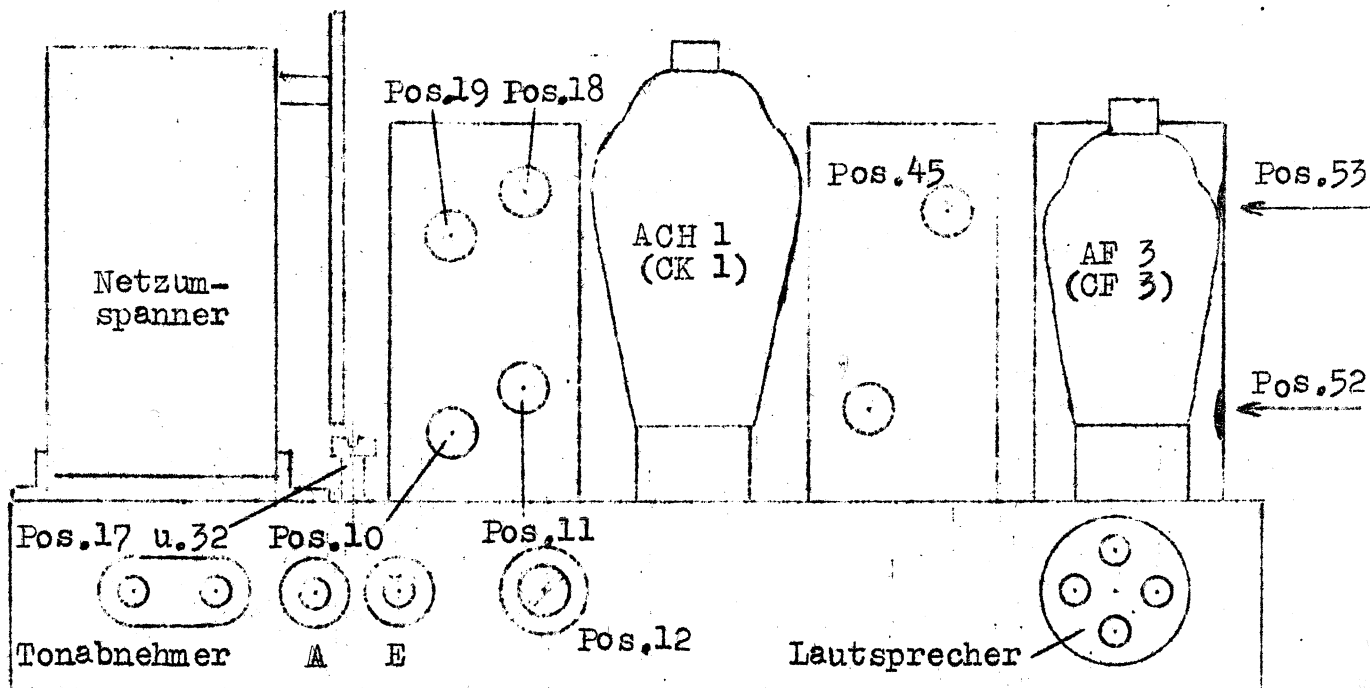

Bild 11 Chassis AEG 476 WK und AEG 476 GWK, Rückansicht
- a) Zwischenfrequenz: Falls Sperrkreis eingebaut, diesen entfernen und die für den Anschluss vorgesehenen Klemmschrauben kurzschliessen. Hauptschalter auf Mittelbereich, Bandbreiteschalter auf grösste Trennschärfe (Anschlag links) drehen. Skalenzeiger des Gerätes auf etwa 800 kHz (Sender Western Regional) stellen. Gitterkappe der ACH 1 (Potent.10) (CK 1, Potent.9) abnehmen, so dass Verbindung zum Vorkreis unterbrochen wird. Gitter der ACH 1 (CK 1) über einen Widerstand von 10 Kilo-Ohm an Chassis legen, Meßsender auf 468 kHz einstellen. (Achtung! Bei der "West-Ausführung", gekennzeichnet durch Stempelaufdruck "W" neben dem Anschluss für den Zusatzlautsprecher an der Rückseite des Chassis, Zwischenfrequenz 423 anstatt 468 kHz.) Hochfrequenzkabel des Meßsenders an Gitter der ACH 1 (CK 1) und Chassis legen. Anodenkreis des 2. Bandfilters verstimmen unter Zuhilfenahme eines Kondensators von 200 pF (siehe Fussnote Seite 8), dessen einer Beleg an die Anode der AF 3, Potent.34 (CF 3, Potent.31) und dessen anderer Beleg an Chassis gelegt wird. Dann Pos.53 (Bild 11) mit Isolierstoffschraubenzieher abgleichen auf maximale Ausgangsspannung. (Falls Eisenkerne zu fest, vorher mit Stahlschraubenzieher lockern; erforderlichenfalls Klebmasse aufweichen durch Anlegen eines auf ca. 70° angewärmten Lötkolbens an den Eisenkern, wobei darauf zu achten ist, dass Eisenkern oder Trolitul-Spulenkörper nicht anbrennt.) Im Anschluss hieran Gitterkreis des 2. Bandfilters verstimmen durch Anlegen obengenannten Kondensators (200 pF) an die Diode der ABC 1, Potent.33. (CBC 1, Potent.35) und L-Korrektion Pos.52 (Bild 11) auf maximalen Ausschlag abgleichen. Anodenkreis des 1. Bandfilters verstimmen durch Anlegen des Verstimmungskondensators an die Anode der ACH 1, Potent.13 (CK 1, Potent.13) und Chassis; darauf L-Korrektion Pos.45 (Bild 11) abgleichen. Gitterkreis des 1. Bandfilters verstimmen durch Anschliessen des Verstimmungskondensators an die Gitterkappe der AF 3, Potent.29 (CF 3, Potent.27) und Chassis, L-Korrektion Pos.44 von der Unterseite des Chassis aus
- e) Kurzwellenbereich: Hauptschalter auf Kurzbereich schalten, Meßsender auf 47,8 m einstellen, desgl. Skalenzeiger des Gerätes auf Eichmarke 47,8 m (Bild 8), jetzt Pos.32 und 17 (Bild 11 u.12) von Chassis-Oberseite aus auf maximale Ausgangsspannung einregulieren. Dann Meßsender auf 21,5 m einstellen und nun durch Drehen des Skalenzeigers den Meßsender nach Gehör aufsuchen (C-Abgleichquetsche nicht vorhanden). Nach Auffindung desselben wird die Anpassungsquetsche für den Kurzbereich Pos.12 (Bild 11 und 12) auf grösste Empfindlichkeit und damit maximale Ausgangsspannung gebracht. Rohr-ACH 1 (CK 1) muss durchschwingen bis 47,8 m, bei vorzeitigem Abreißen der Schwingungen andere Röhre nehmen; Spiegelwelle des Meßsenders bei Stellung 21,5 m muss bei 23,2 m liegen.